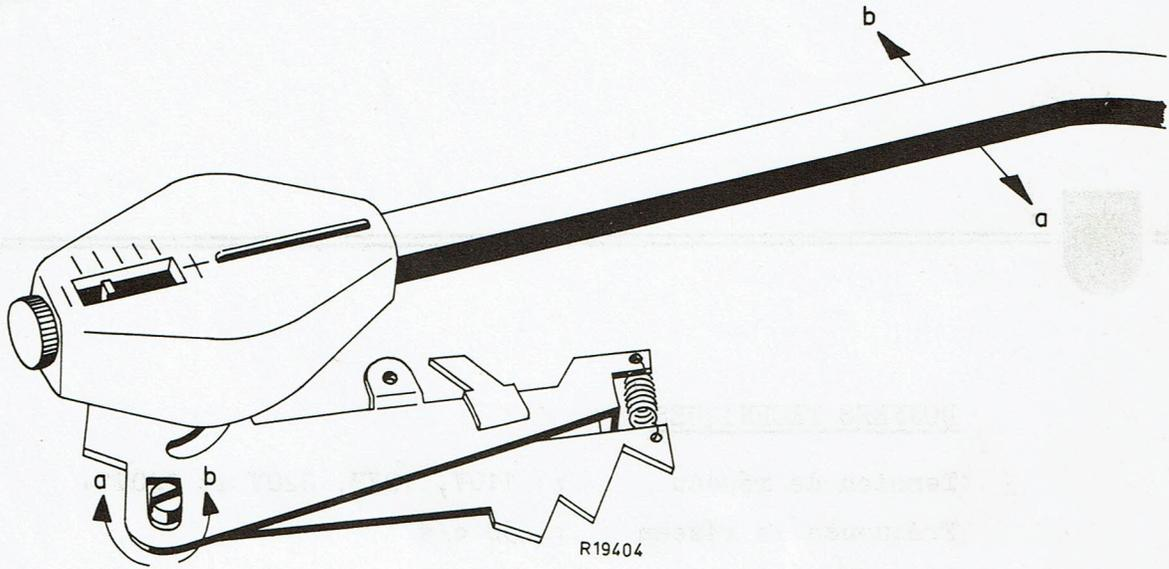

Fig.3
A. PRESSIION D'AIGUILLE (voir la fig. 3)
B. MECANISME DE POSAGE (voir fig. 3)